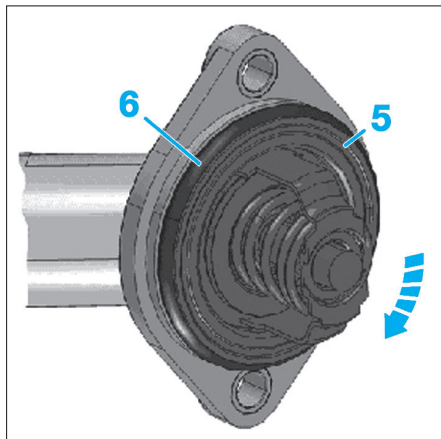

FIG. 52
- Dans le cas d'un remplacement du calorstat (5), le tourner d'environ 15° dans le sens horaire puis l'extraire (Fig.52).